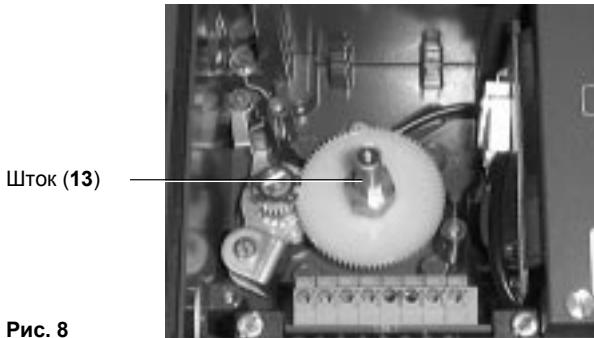

Рис. 8
- 4.3.5** Установите новый шток (13) на центральный штифт (Рис. 8), используя ключ 7 мм.